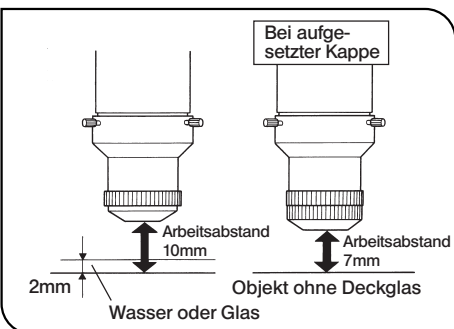

Abb. 17
**5 Verwendung des Zusatzobjektivs (SZX-AL20X) (Abb. 17–19)**
© Dieses 2,5X-Zusatzobjektiv ist ausschließlich für die Verwendung mit dem DFPLAPO1XPF-Objektiv vorgesehen. Es eignet sich für die Untersuchung von Objekten ohne Deckglas, wenn die Kappe auf das Ende aufgesetzt ist, und für die mikroskopische Beobachtung durch eine 2 mm dicke Wasser- oder Glasschicht, wenn die Kappe abgenommen ist (Abb. 17).